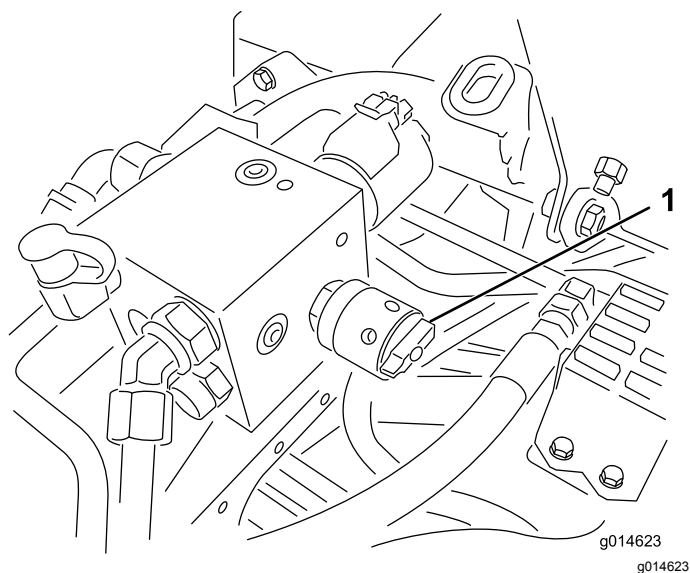

Рисунок 52
6. Поверните регулятор частоты вращения барабана в положение 1 (Рисунок 52).